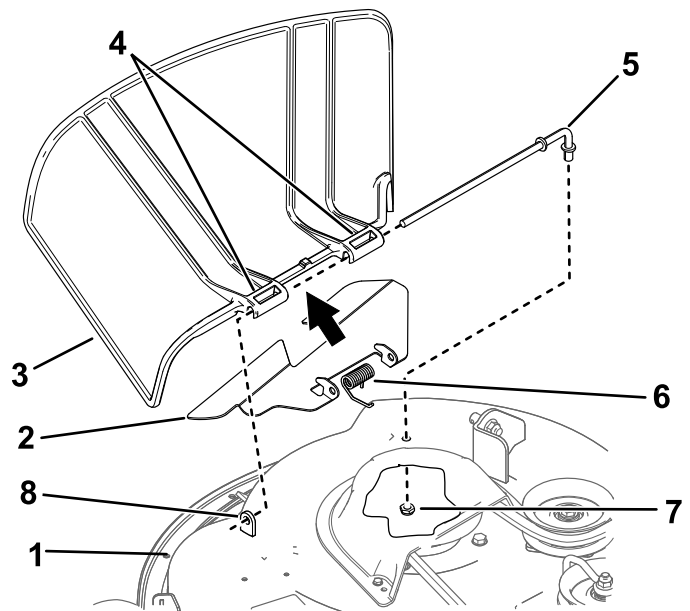

Figure 71
1. Retirez l'écrou ($\frac{3}{8}$ ") de la tige, sous le plateau de coupe (Figure 71).
2. Sortez la tige de la courte cheville de positionnement, du ressort, du petit déflecteur et du déflecteur d'herbe (Figure 71).
4. Posez les nouveaux déflecteur d'herbe et petit déflecteur (Figure 71).
7. Insérez la tige dans le petit déflecteur et dans le second support du déflecteur d'herbe (Figure 71).
9. Fixez l'extrémité arrière de la tige dans le plateau de coupe à l'aide d'un écrou ($\frac{3}{8}$ "), comme montré à la Figure 71.